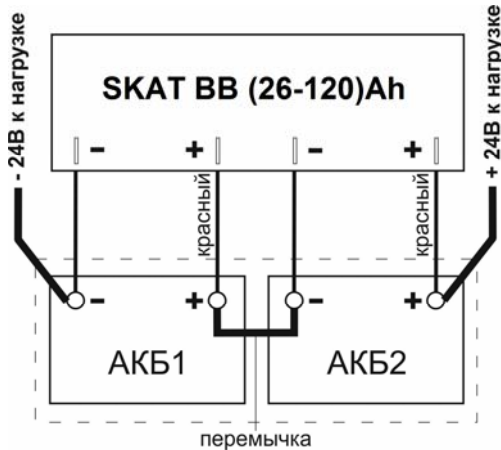

Рисунок 5 – Схема подключения с 2-мя АКБ
Сечение и длина соединительных проводов (толстые линии на рис.5,6) от АКБ к нагрузке должны соответствовать максимальным токам потребляемым нагрузкой
- Подключить перемычки АКБ из комплекта поставки к клеммам на плате внутри корпуса изделия - красный провод к клеммам «+», черный (синий) к клеммам «-» (см. рисунок 5);